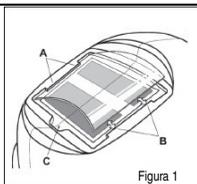

Figura 1
**Sostituzione della lente di copertura anteriore:** Sostituire la lente anteriore se è danneggiata (incrinata, sporca o butterata). Posizionare un dito nella fessura (C) sul bordo inferiore della lente di copertura e flettere la lente verso l'alto finché non fuoriesce dai bordi contrassegnati con A e B (fare riferimento alla figura 1).